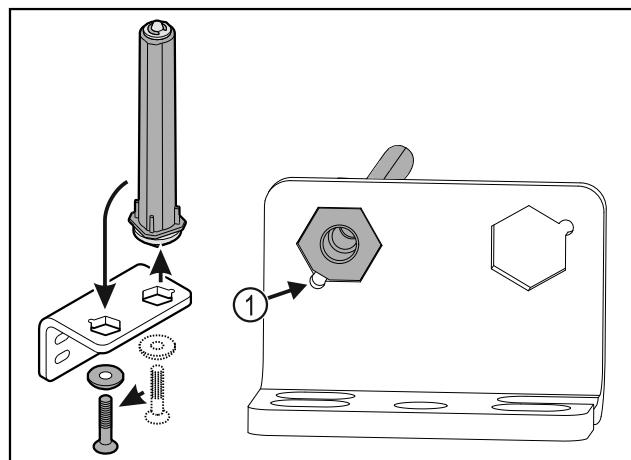

Fig. 40
- ▶ Bëni kujdes që gjatë vendosjes, e prera e kokës së bulonit Fig. 40 (1) të jetë e drejtuar nga vrima e rrumbullakët.-ose-